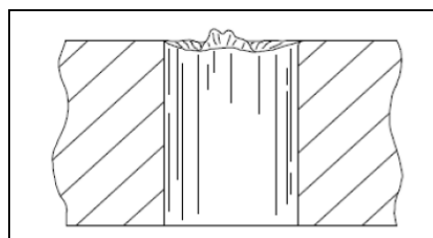

Figura 6 Rebaba de bisagra
- d. Rebaba de bisagra (véase la figura 6):